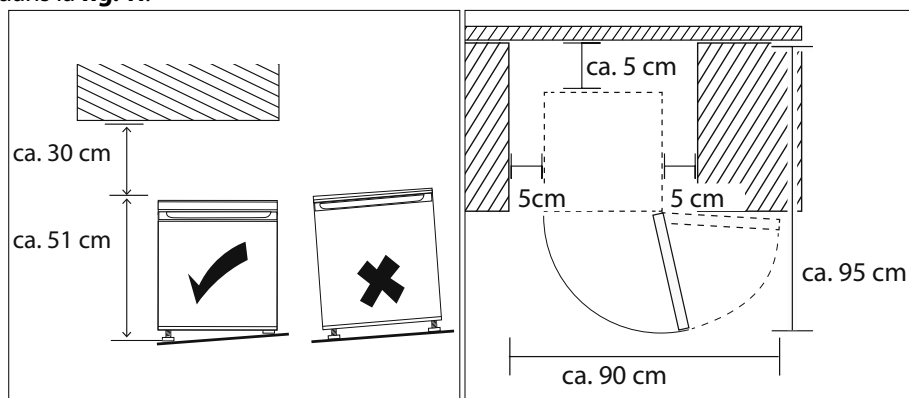

Fig. 11
Pour pouvoir ouvrir complètement la porte (4), respectez les dimensions indiquées dans la **fig. 11**.